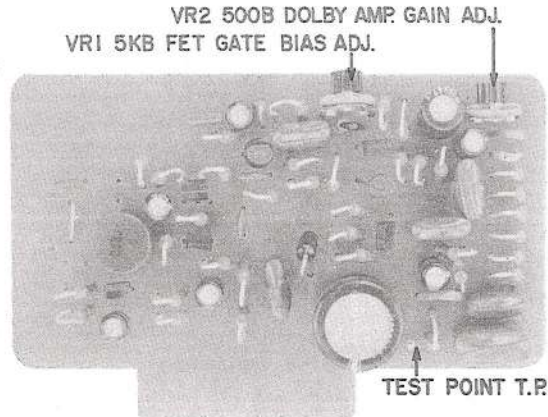

Fig. 28 P.B. DOLBY AMP. P.C. BOARD (FACE SIDE)
- 3) Ground Playback Dolby P.C. Board Test Point T.P. (See Fig. 28).